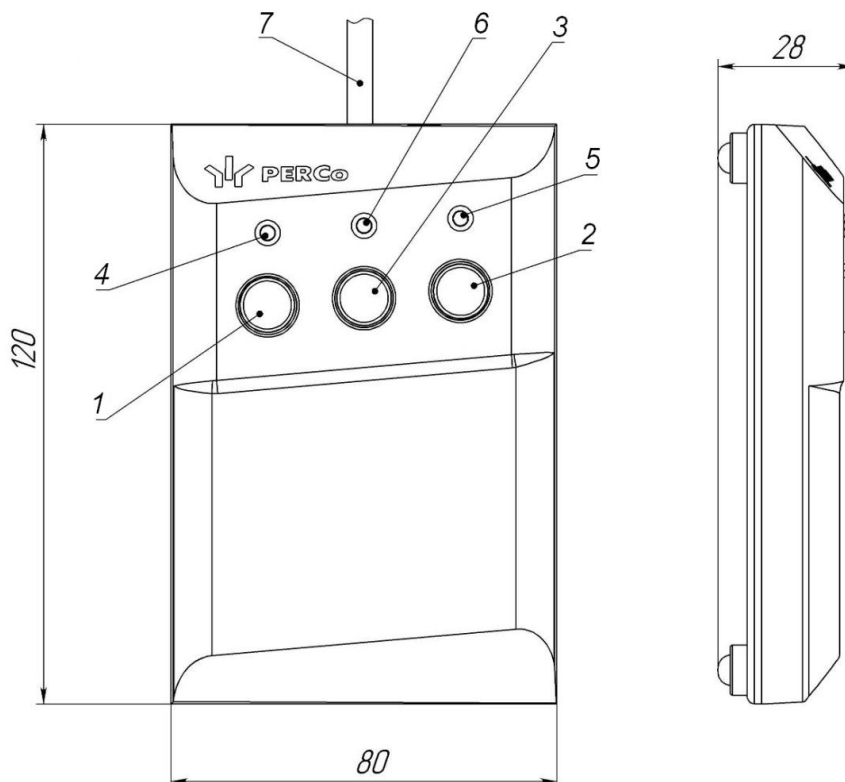
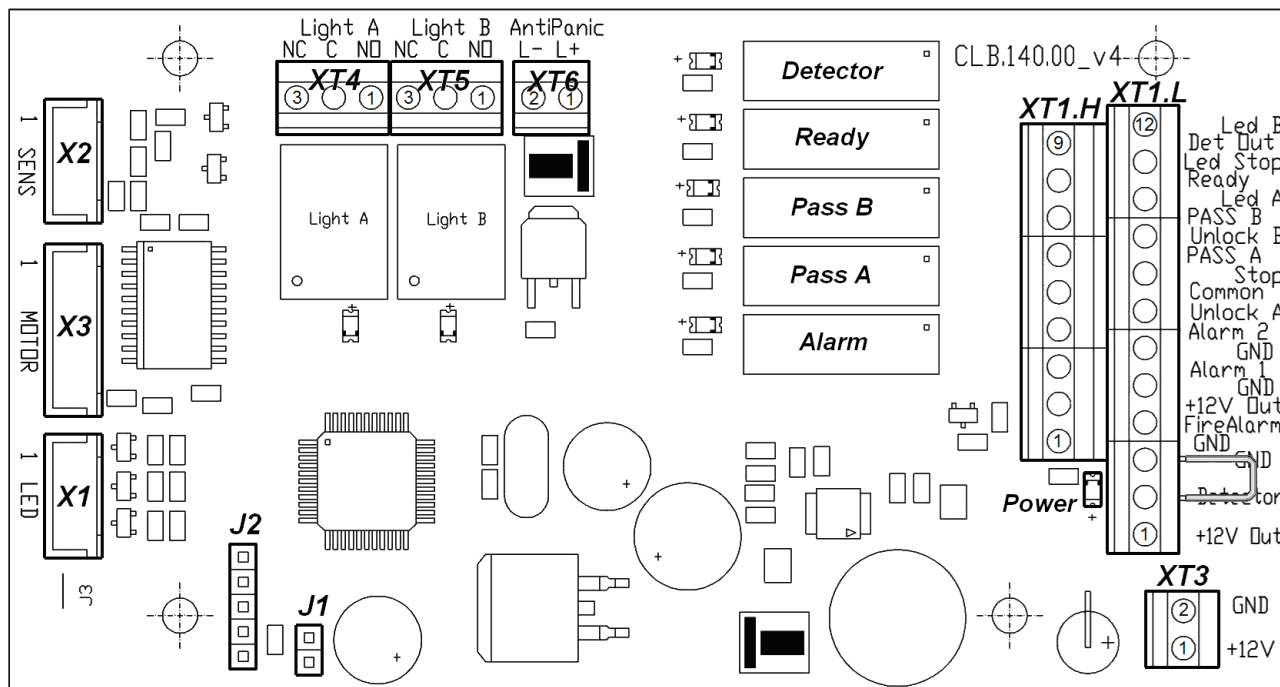

Рисунок 4. Общий вид и габаритные размеры ПДУ
Рисунок 5. Внешний вид платы управления
ПДУ (9) выполнен в виде небольшого настольного прибора в корпусе из ударопрочного АБС пластика и предназначен для задания и индикации режимов работы при ручном управлении турникета. ПДУ подключается к плате гибким многожильным кабелем (10) через клеммную колодку **XT1.L** (см. рис. 5). Общий вид ПДУ показан на рис. 4.
Внутри стойки расположен кронштейн с установленной платой управления (см. рис. 5) и клеммами для подключения внешних устройств. К плате подключаются ПДУ, выходы СКУД, устройство РУ (при его использовании), устройство аварийного открытия прохода *Fire Alarm* (далее – *устройство Fire Alarm*). На клеммы подключения внешних устройств выведены линии подключения источника питания, линии сигналов считывателей. Подключение внешних устройств производится в соответствии со схемой электрических соединений турникета (см. рис. 11).
На плате управления (см. рис. 5) расположены:
Выбор режима управления осуществляется снятием / установкой перемычки на разъеме **J1** платы управления. Расположение разъема **J1** показано на рис. 5. При поставке перемычка установлена, что соответствует импульсному режиму управления турникетом. Для перехода в потенциальный режим управления снимите перемычку. Изменение режима управления произойдет после включения турникета.
Факт подачи напряжения на обмотку реле можно определить по загоранию соответствующего красного светодиода, установленного на плате управления вблизи соответствующего реле (см. рис. 5).